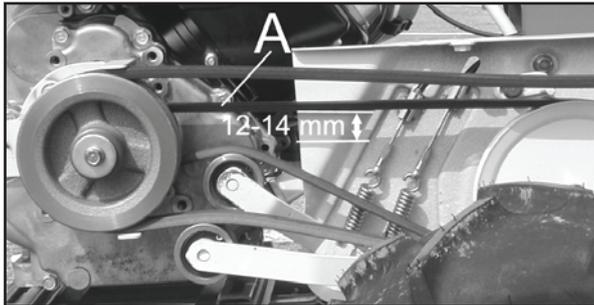

Figura 20
- Empurre a correia com um dedo (A, figura 20). A correia deve se mexer de 12 a 14 mm. Se a correia não se mexe, realize o ajuste dos “fios de tensão” de novo.